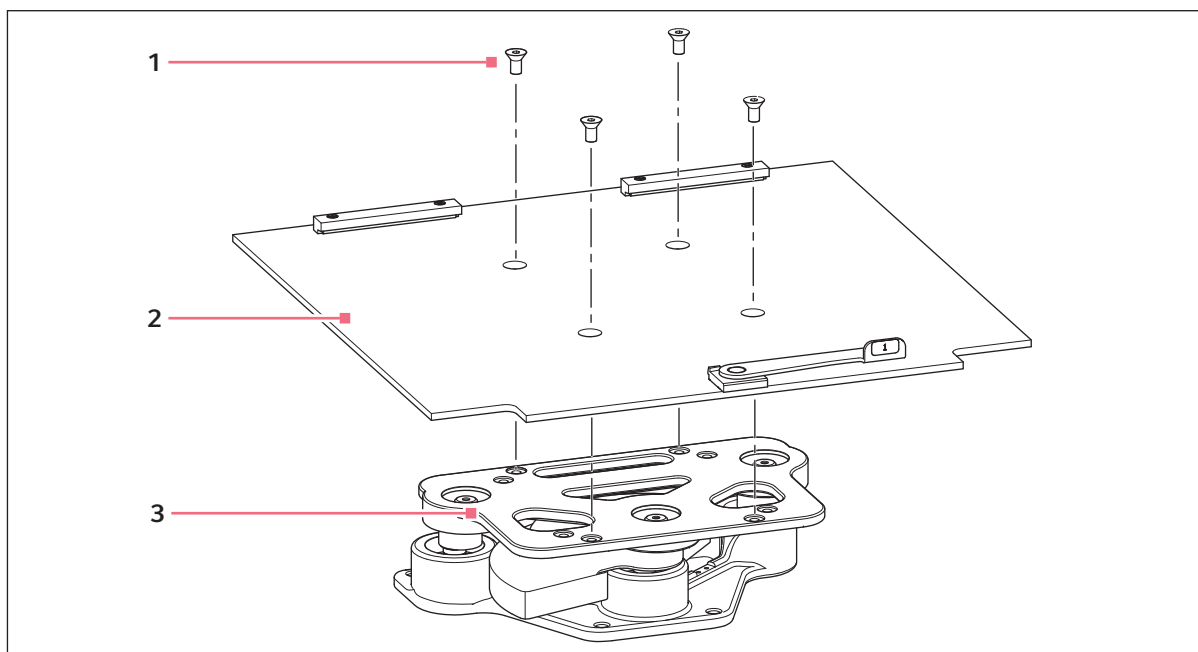

Fig. 8-1: Installazione della sub-piattaforma
Prima dell'uso è necessario installare sull'unità una sub-piattaforma e una piattaforma. L'agitatore viene spedito con quattro viti a brugola installate nell'alloggiamento dei cuscinetti, (vedi Fig. 8-1 a pag. 41).
2. Porre la sub-piattaforma sulla sede del cuscinetto, facendo attenzione a orientarla come indicato (vedi Fig. 8-1 a pag. 41), con gli incavi e la leva verso la parte frontale dell'agitatore e la leva rivolta verso l'alto.